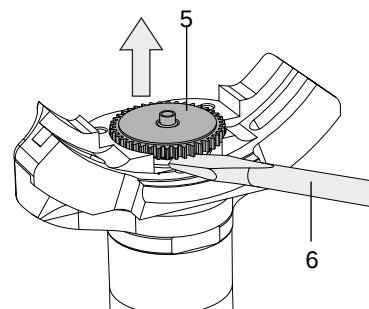

Abb. 8.3 – Ritzel herausnehmen
- 5) Ritzel (5) herausnehmen, s. Abb. 8.3, ggf. Schraubendreher (6) zur Hilfe nehmen.